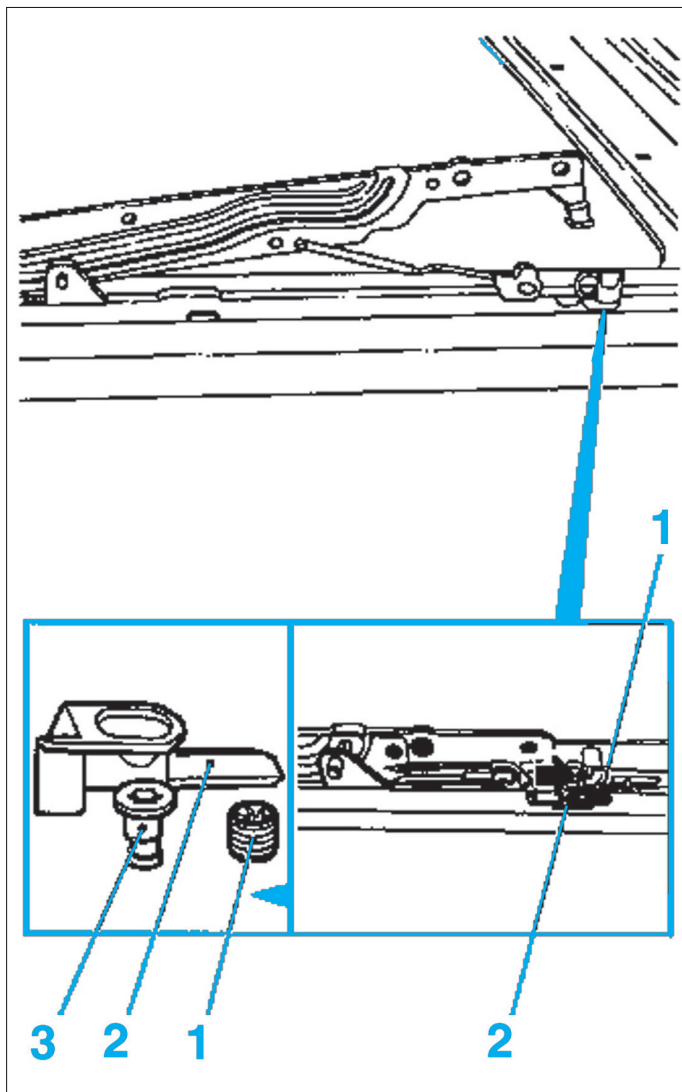

FIG. 35
Pour régler le mécanisme de guidage, l'insert (2) est généralement remplacé. L'insert (2), le boulon de réglage d'insert (3) ainsi que l'élément de fixation d'insert (1) sont livrés dans son ensemble (Fig.35).